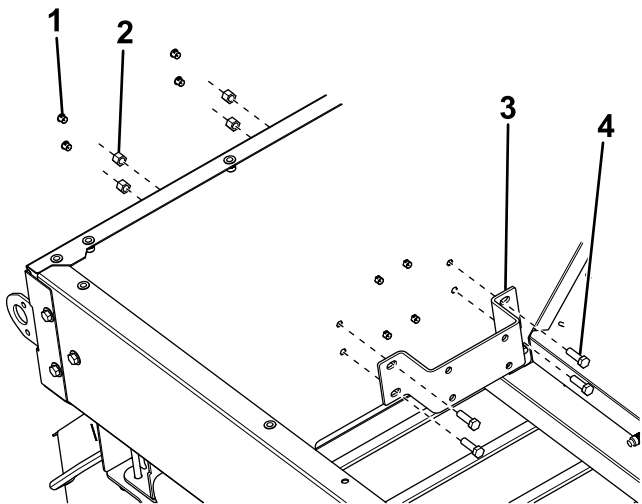

Figure 13
3. Déposez et mettez au rebut les 4 obturateurs extérieurs à l'arrière de l'épandeur (Figure 13).
4. Fixez une patte de montage d'un déflecteur sur la face intérieure à l'arrière de l'épandeur en vous servant de 4 boulons ($\frac{3}{8}$ x $1\frac{1}{4}$ po) et 4 écrous (Figure 13).